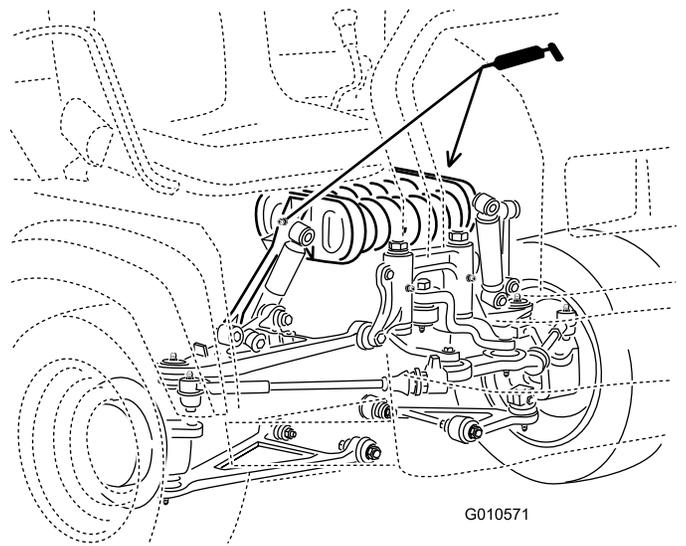

Bild 40
- Horizontalfederung (2), wie in Bild 40 dargestellt.